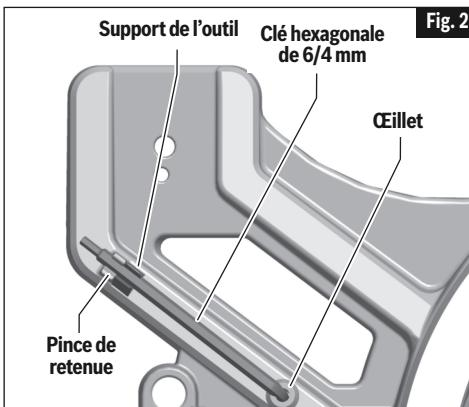

Fig. 2
**Rangement de la clé hexagonale de 6/4 mm** – Il existe une aire de rangement sur la scie pour ranger la clé hexagonale de 6/4 mm. Insérez le pied court de la clé hexagonale à travers l'œillet en caoutchouc comme illustré. Placez le pied long dans le support de l'outil et appuyez pour l'enfoncer dans la pince de retenue (voir Fig. 2).